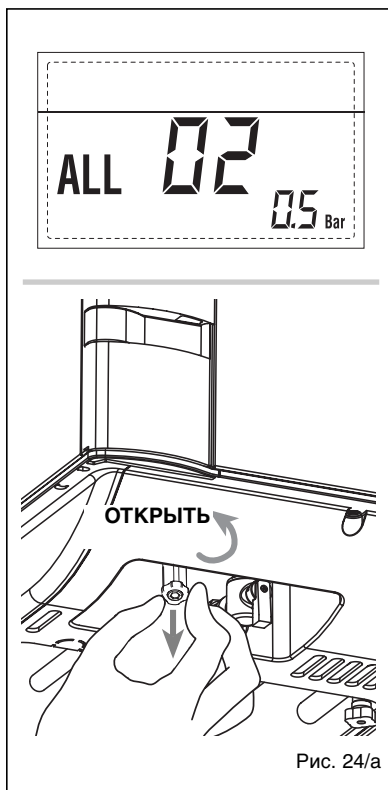

Рис. 24/а
– НЕПОЛАДКА ВЫСОКОГО ДАВЛЕНИЯ ВОДЫ «ТРЕВ 03» (рис. 24/б)